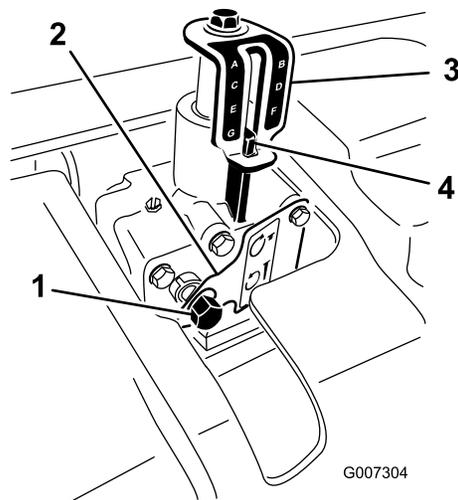

Рисунок 24
3. Установите головку на 9/16 дюйма с ключом, имеющим храповой механизм, на входной вал устройства регулировки глубины (Рисунок 24).
5. Поворачивайте устройство регулировки глубины по часовой стрелке для уменьшения глубины аэрации или против часовой стрелки для ее увеличения. (Рисунок 24).
6. Поворачивайте входной вал устройства до достижения требуемой глубины аэрации, как показано на наклейке с указателем глубины (Рисунок 24).